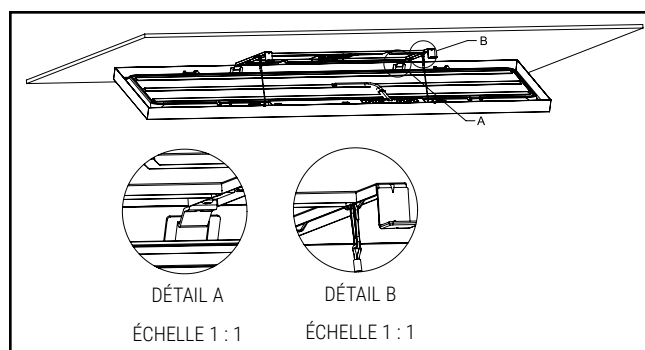
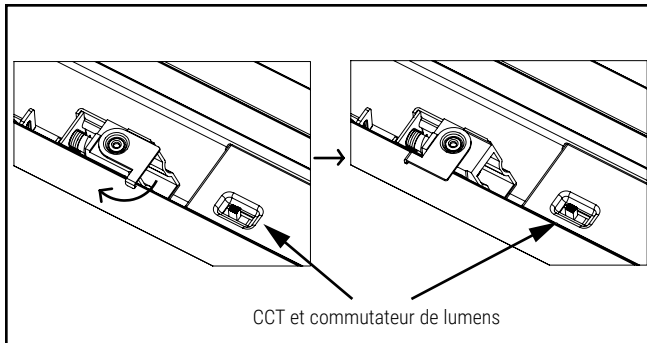

Figure 3.
Figure 6.
3. Tournez et glissez les loquets pour dégager le support de montage, puis retirez le support de montage des luminaires (voir la figure 6).
7. Accrochez le luminaire au support de montage en surface. Cliquez sur l'attache du crochet (figure 3, détail A). Fixez le câble de sécurité à la boucle du support (figure 3, détail B).
11. Pour retirer du plafond, tournez les leviers de verrouillage comme illustré à la figure 6, puis glissez-les vers l'extérieur et loin du centre. Le luminaire devrait descendre du côté du levier de verrouillage.
3. Tournez et glissez les loquets pour dégager le support de montage, puis retirez le support de montage des luminaires. Voir les figures 6 et 7.
3. Pour les luminaires 1x4, 2x2, 2x4 et 6x4, tournez et glissez les loquets pour dégager le support de montage, puis retirez le support de montage des luminaires (voir les figures 6 et 7). Pour les luminaires 1x1 et 1x2, dégagez le support de montage et assurez-vous que les longues à ressort sont connectées au support (voir la figure 3) avant de reconnecter le support. Tirez sur le support pour vous assurer qu'il est verrouillé.